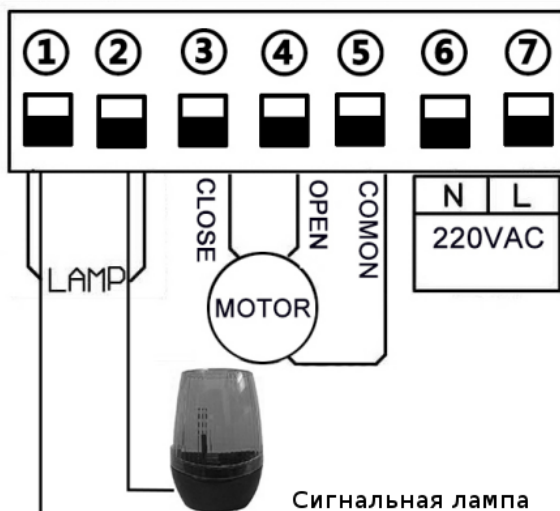

Рис. 10. Подключение сигнальной лампы
- Клемма ③ CLOSE - Красный провод
- Клемма ④ OPEN - Жёлтый провод
- Клемма ⑤ COMMON - Синий провод
Подключите сигнальную лампу с питанием 220В переменного тока к клеммам LAMP ① и ② (Рис. 10)